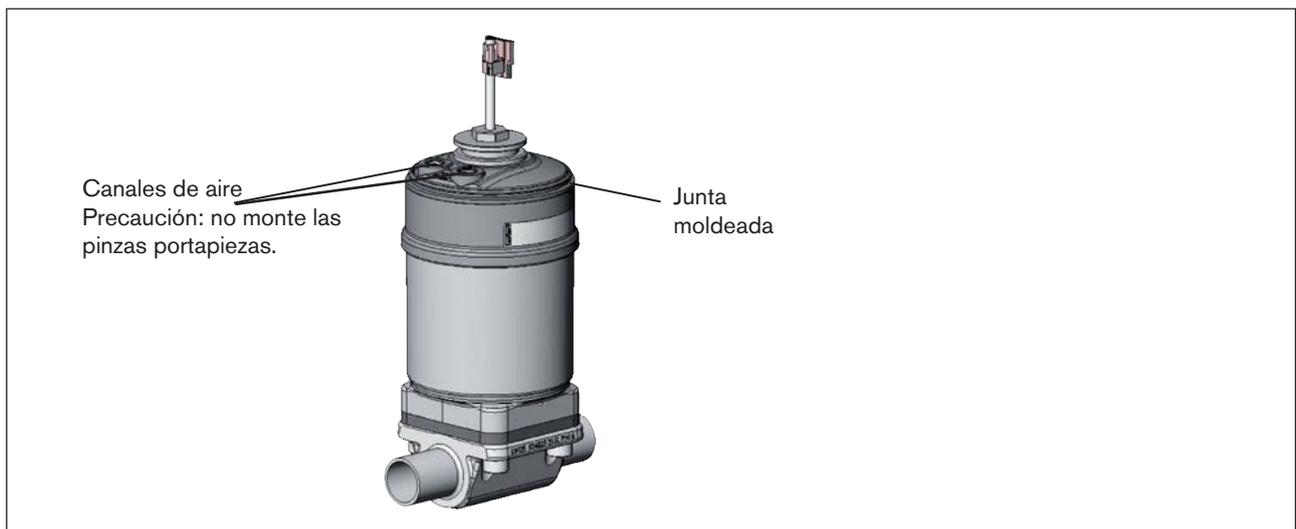

Fig. 4: Instalación de las juntas de estanqueidad
2. Montaje de las juntas de estanqueidad (vea la fig. 4: Instalación de las juntas de estanqueidad)
3. Montaje de la unidad de control (vea la fig. 4: Montaje de la unidad de control)